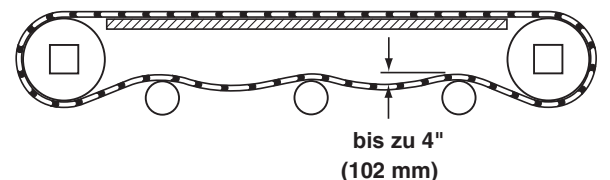

Abbildung 21
7. Überprüfen Sie den Durchhang des Fördergurts, indem Sie von dem obersten Bereich des Rücklaufs aus messen (Abbildung 21).